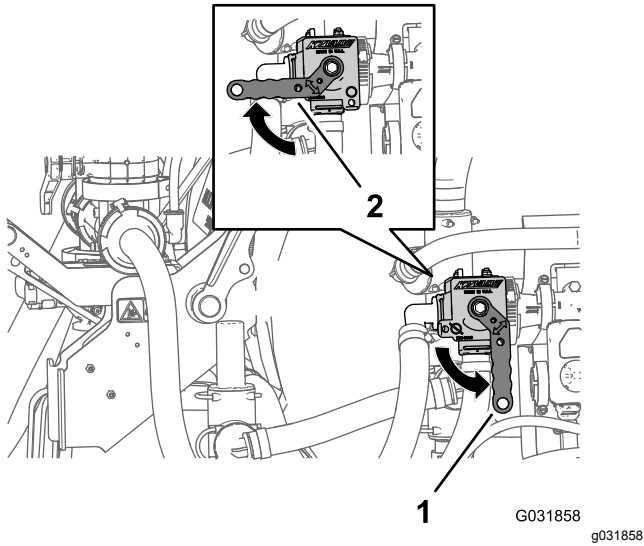

図 248
4. エダクタの給水シャットオフバルブを左に回して OPEN 位置まで開く図 248。
注 エダクタへの給水を停止するには、シャットオフバルブのハンドルを右に90°回転させてCLOSED位置にセットする図 248。